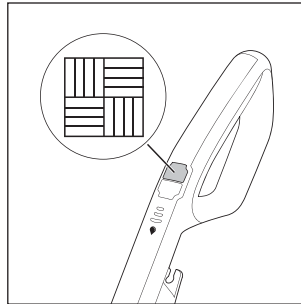

Fig. 13
- ◆ Pentru a porni aparatul apăsați comutatorul pentru podea tare  **14** (a se vedea fig. 13). LED-ul comutatorului pentru podea tare  **14** luminează albastru.
- ◆ Pentru a opri aparatul, apăsați din nou comutatorul pentru podea tare  **14** (a se vedea fig. 13).